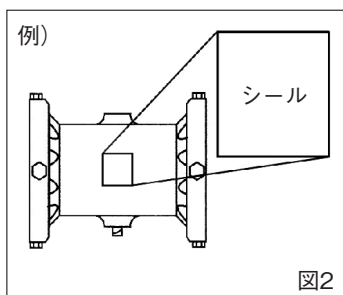

図2
- ! C. 配管に際しては、バルブの型式、ゴムスリーブの材質等を、シールで必ず確認してください。（図2）